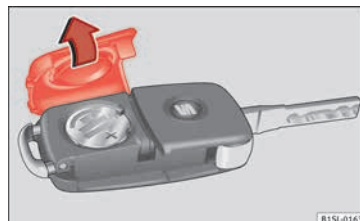

Fig. 128 Llave del vehículo: tapa del compartimento para la pila.
La pila se encuentra en la parte trasera de la llave del vehículo, bajo una tapa » **fig. 128**.
- Retire la tapa de la parte trasera de la llave del vehículo » » » fig. 128 en la dirección de la flecha » » » ❶.
- Coloque la tapa en la carcasa de la llave del vehículo, presionándola tal como se muestra » » » fig. 128, en sentido contrario a la flecha, hasta que encastre.
❶ CUIDADO